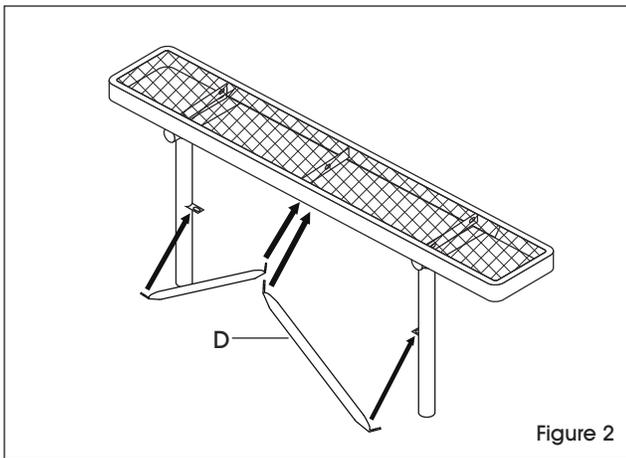

Figure 2
5. Fixez lâchement les renforts de patte (D) à l'aide d'un boulon, de deux rondelles et d'un écrou. (Voir Figure 2)